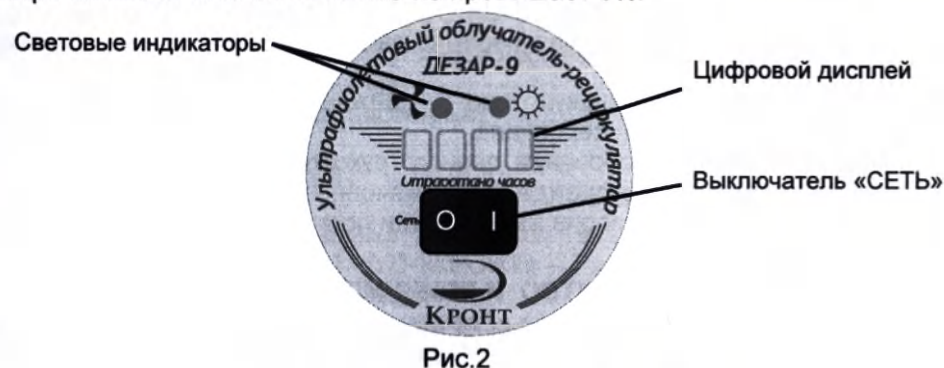

Рис.2
6.6. Выключатель «СЕТЬ» и световые индикаторы расположены на панели управления, которая находится на лицевой поверхности крышки Рециркулятора (рис.2).
6.9. Световые индикаторы, расположенные на панели управления, контролируют поступление напряжения питания на лампы и вентиляторы. При отсутствии напряжения индикаторы гаснут (рис. 2).